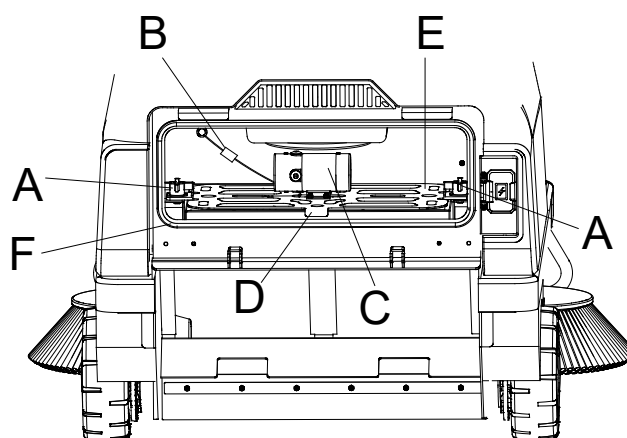
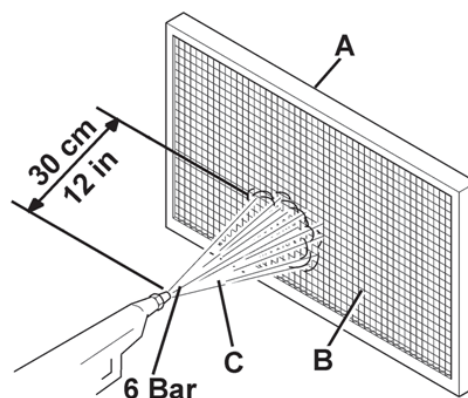

Figure 28
Figure 29
7. Desserrer l'écrou (A, figure 28).
8. Débrancher le câblage du moteur de vibration (B, figure 28) du connecteur (C, figure 28).
9. Retirer la plaque de secouage de la poussière (D, figure 28).
10. Retirer le filtre (E, figure 28).
11. Nettoyer le filtre sur une surface plane et propre. Taper doucement sur le côté (A, figure 29) opposé à celui en treillis métallique (B, figure 29). Nettoyer à l'air comprimé à une pression de 6 psi tout au plus, en insufflant de l'air sur le côté en treillis métallique (B, figure 29) à au moins 30 cm du filtre. En fonction du type de filtre, faire attention à ce qui suit :
13. Nettoyer la bande de caoutchouc sur la plaque de protection (F, figure 28) et vérifier s'il y a des dommages ou des fissures. Si tel est le cas, la remplacer.
- Lors de l'installation du filtre (E, figure 28), le côté avec le treillis métallique (B, figure 29) doit être orienté vers le haut.